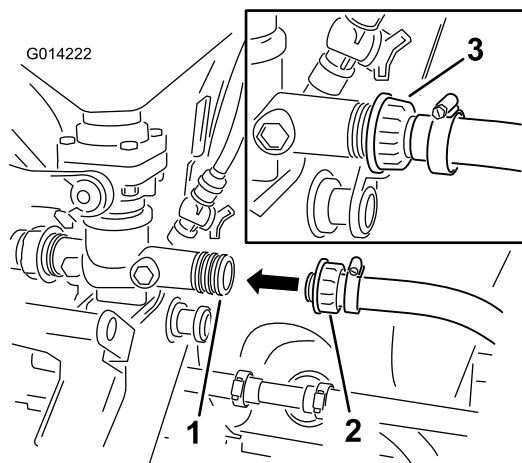

Figura 26
2. Montate l'estremità assemblata del flessibile sull'apertura posteriore situata sulla valvola del nebulizzatore (Figura 26). Fissatelo al gruppo nebulizzatore mediante il dado in plastica.